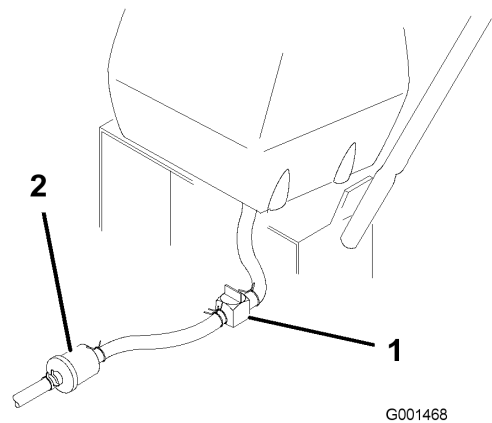

Figura 25
2. Cierre la válvula de cierre de combustible del depósito de combustible (Figura 25).
3. Apriete los extremos de la abrazadera y deslícela por el tubo alejándola del filtro (Figura 25).
4. Retire el tubo de combustible del filtro (Figura 25). Abra la válvula de cierre del combustible y deje que la gasolina se drene en un recipiente.
3. Cierre la válvula de cierre de combustible del depósito de combustible (Figura 25).
7. Abra la válvula de cierre de combustible del depósito de combustible (Figura 25).